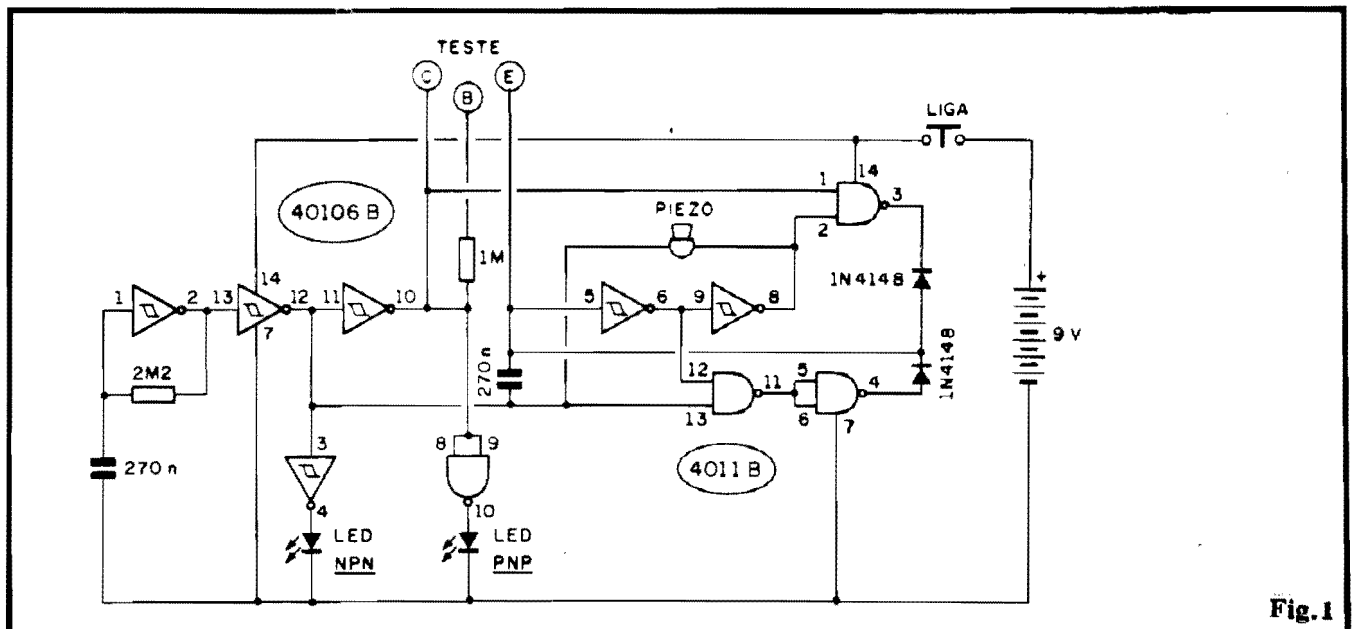
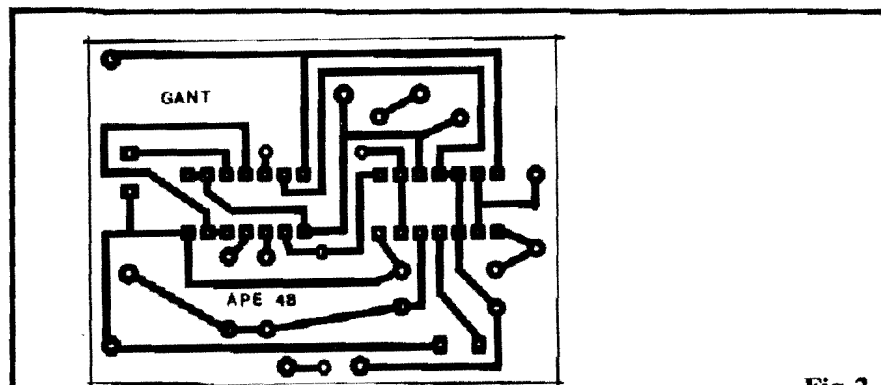

Fig. 1
Fig.2
- FIG. 1 - O CIRCUITO - As diversas funções, verificações e análises efetuadas pelo GANT constituem conjunto bastante complexo de trabalhos, a nível circuital... Para sintetizar tudo, compactando o arranjo (e também seu custo...) adotamos o uso de dois Integrados da "família" digital C.MOS, super-versáteis, aproveitados ao máximo dentro das suas potencialidades e capacidades: um 40106 (sêxtuplo inversor simples Schmitt Trigger) e um 4011 (quádrupla porta NAND de duas entradas cada...). O gate do 40106 delimitado pelos pinos 5 e 6 está arranjado em oscilador, cuja Frequência (dentro da faixa de áudio) é determinada basicamente pelo capacitor de 270n e pelo próprio valor "resistivo" assumido pelo percurso emissor/coletor do transistor testado... Este tem seu terminal de base intermitentemente polarizado (em parâmetro fixo) através do resistor de 1M, o qual, por sua vez, recebe "estados" positivos e negativos na razão da oscilação efetuada por
- FIG. 2 - LAY OUT DO CIRCUITO IMPRESSO ESPECÍFICO - A presença "concentradora" dos dois Integrados (como já foi mencionado na análise técnica do
Circuito - fig. 1) "alivia" bastante a placa, em termos de tamanho e "congestionamento"... Assim o lay out (em tamanho natural na fig. 2) é muito simples e compacto, não devendo representar ao